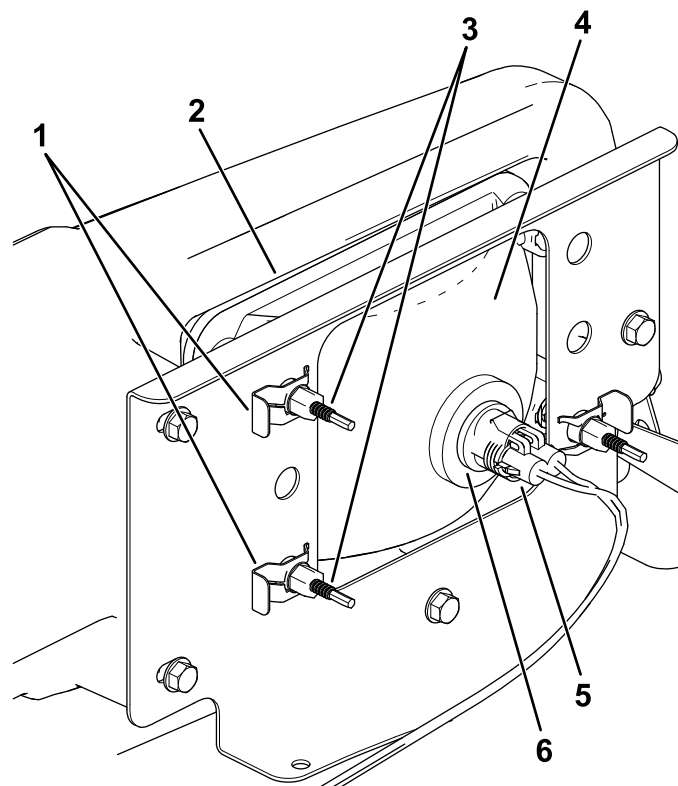

Bild 40
3. Schließen Sie den elektrischen Anschluss für den Kabelbaum vom Lampenanschluss ab (Bild 40).
4. Entfernen Sie die Schellen, mit denen der Scheinwerfer an der Scheinwerferhalterung befestigt ist (Bild 40).
5. Schieben Sie den Scheinwerfer nach vorne durch die Öffnung in der vorderen Stoßstange und entfernen Sie ihn (Bild 40).
6. Setzen Sie den neuen Scheinwerfer durch die Öffnung in der Stoßstange ein (Bild 40).
8. Schließen Sie den elektrischen Anschluss für den Kabelbaum am Lampenanschluss an (Bild 40).
5. Drehen Sie die Einstellschrauben an der Rückseite des Scheinwerfers (**Bild 40**), um den Scheinwerfer zu drehen und den Scheinwerferstrahl einzustellen.